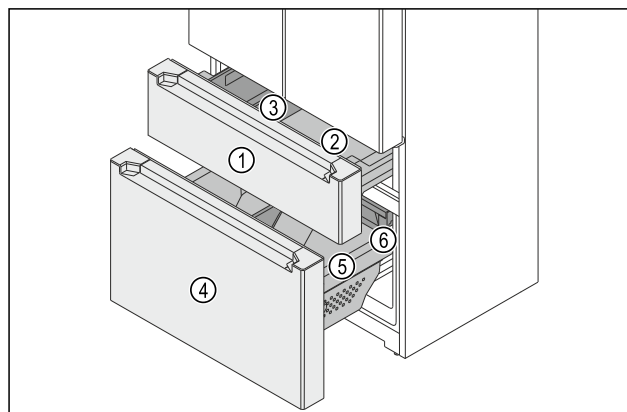

Fig. 148 Выдвижной отсек морозильного отделения
- (1) Верхний выдвижной отсек
- (2) Контейнер
- (3) FlexBox
- (4) Нижний выдвижной отсек
- (5) Контейнер
- (6) Выдвижной ящик
Морозильное отделение состоит из двух выдвижных отсеков. В верхнем выдвижном отсеке Fig. 148 (1) находится контейнер Fig. 148 (2) и FlexBox Fig. 148 (3). В нижнем выдвижном отсеке Fig. 148 (4) находится большой контейнер Fig. 148 (5) и выдвижной ящик Fig. 148 (6). Вы можете извлечь контейнеры из верхнего и нижнего выдвижных отсеков для очистки.